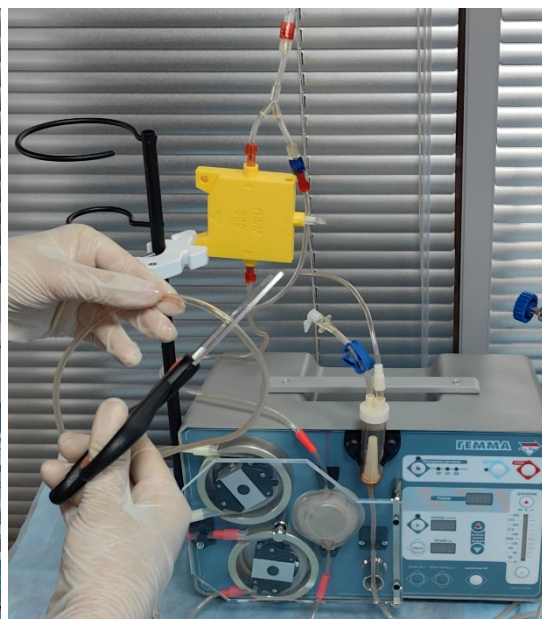

Рисунок 2.20
- 2.13. Обработайте антисептиком верхний сегмент линии плазмы (рис 2.19) и произведите механическое разделение линии плазмы стерильными ножницами (рис. 2.20). Подсоедините линию плазмы к боковому порту плазмифильтра (рис. 2.21-22).